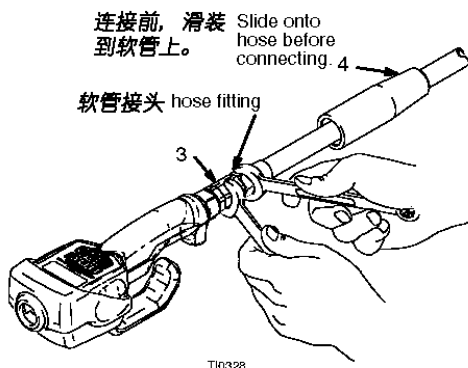

图3
8. 将PM5的旋转手柄套(4)滑装到软管上,末端先进入。参阅图3。
9. 在软管接头的外螺纹上加注螺纹密封剂,将软管接头旋入PM5的回转接口,加以紧固。参见图3。